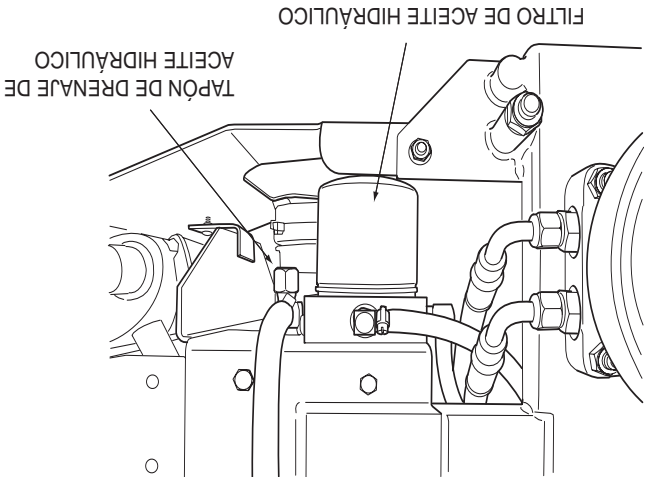

Figura 7-3 Filtro de aceite hidráulico y Tapón de drenaje
1. Quite el elemento del filtro de aceite (Figura 7-3, Página 35) y deséchelo adecuadamente. Llene el nuevo filtro con aceite limpio de motor SAE 20W50 e instálelo. Apriételo a mano solamente.
2. Coloque un recipiente adecuado debajo del filtro de aceite hidráulico. Incline el asiento hacia adelante. Quite la tapa de llenado del depósito y el tapón del drenaje del fondo de la T de drenaje en el lado frontal de la base del filtro. (Vea la Figura 7-3). Permita drenar el fluido en el recipiente y deséchelo apropiadamente.